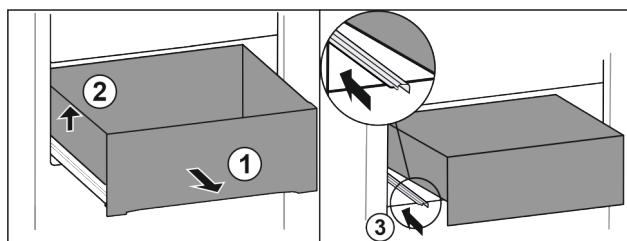

Fig. 74
- Vytáhněte zásuvku až na doraz. Fig. 74 (1)
- Nadzvedněte zásuvku vlevo. Fig. 74 (2)
- Zasuňte levou kolejničku. Fig. 74 (3)